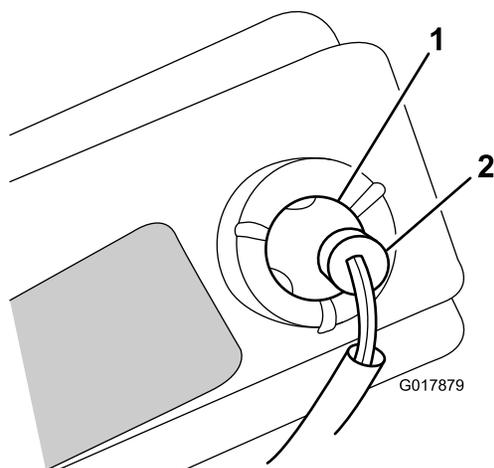

Figura 31
6. Estraiete il portalampada (Figura 31).